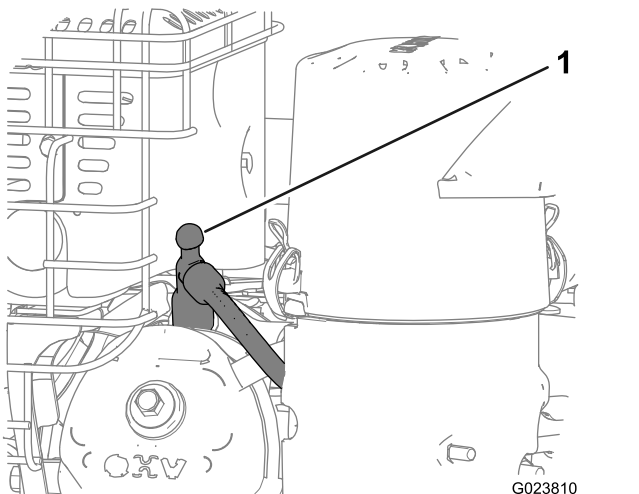

Figure 29
4. Débranchez et éloignez le fil de la bougie pour éviter tout risque de démarrage accidentel (Figure 29).